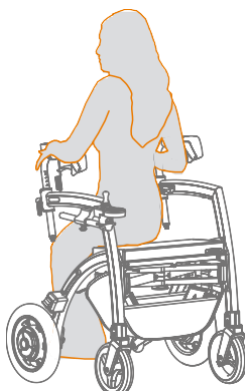

Figura 62: Sentado en el asiento del andador con ruedas.
- Siéntese en el asiento del andador desde la parte posterior (**Figura 62**). Asegúrese siempre de que el andador Rollz Motion Electric esté en posición de estacionamiento.